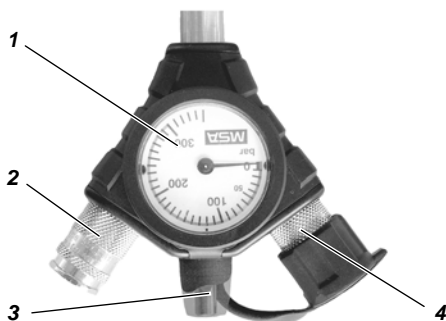

Fig. 3 Combo manometer
Combo manometeret (se Fig. 3) tilsluttes for enden af multikanal-slangen. Det består af selve manometeret (1), koblingen til lungeautomaten (2) og en akustisk advarselsanordning (3) (fløjte). Den udsender et konstant advarselssignal, når flasketrykket falder under 55 ± 5 bar. Med redningstilslutningen (4) kan man tilslutte en yderligere lungeautomat (f.eks. et ekstra-udstyr).